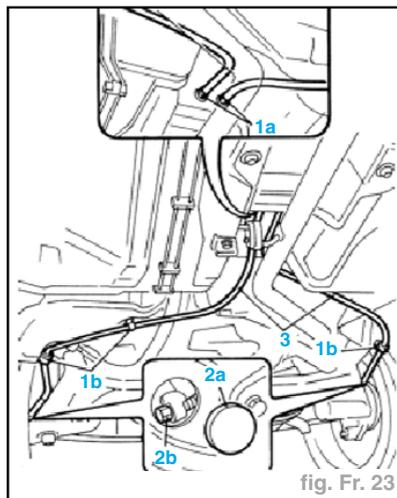

fig. Fr. 23
- Retirer les câbles de frein à main (fig. Fr. 23).